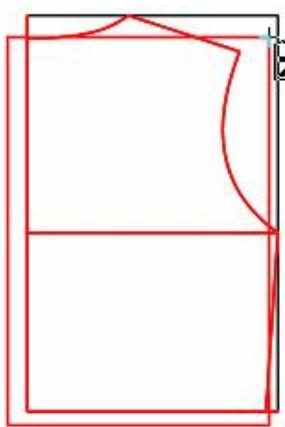

图 1
1. 用该工具单击或框选围成纸样的线，最后击右键，系统按最大区域形成纸样，如图 1；